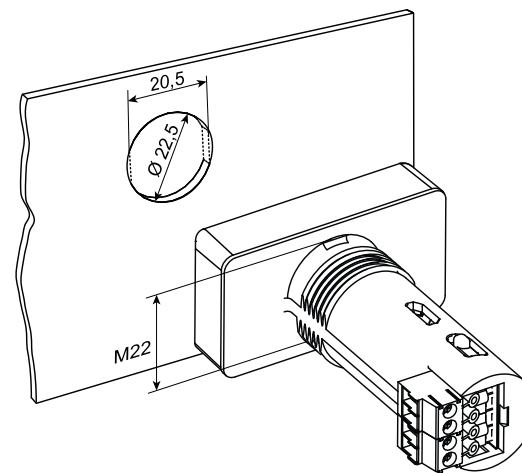

Рисунок 3 – Установочные размеры прибора
1. Подготовить в щите круглое отверстие диаметром 22,5 мм (для предотвращения прокручивания прибора отверстие следует выполнить сложной формы, см. *рисунок 3*).